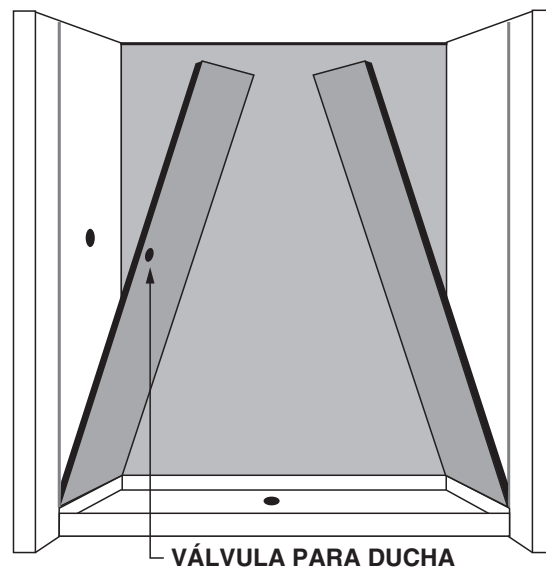

Ilustración 5
- c) Con una sierra de perforación, taladre orificios en cada ubicación lo suficientemente grandes como para acomodar la abertura pero lo suficientemente pequeños para que los cubran las placas decorativas. **(Ilustración 5)**